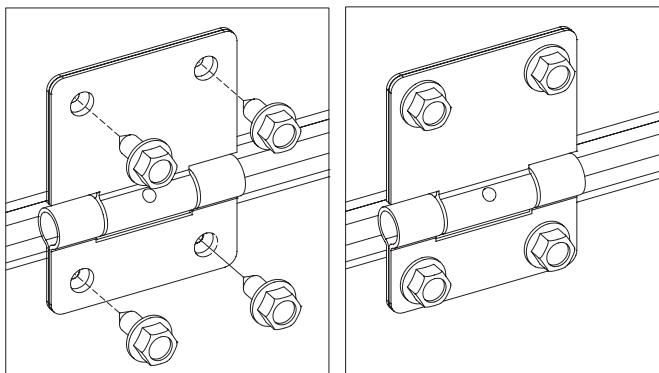

Рис. 28.2
- 4) установить промежуточные петли, закрепить каждую из них четырьмя самонарезающими винтами 6,3×16 (рис. 28.2);